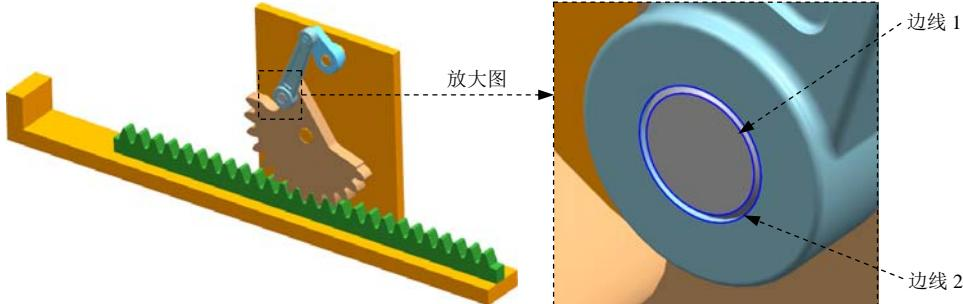

图 8.5.3 定义连杆 3 和连杆 4 中的共线副
(1) 选择下拉菜单 **插入(S)** → **运动副(I)...** 命令，系统弹出“运动副”对话框；在“运动副”对话框 **定义** 选项卡的 **类型** 下拉列表中选择  **共线** 选项；在模型中选取图 8.5.3 所示的连杆 3 中的边线 1 为参考，系统自动选择连杆、原点及矢量方向。
- (2) 在“运动副”对话框**基本**区域中选中 **啮合连杆** 复选框；单击**基本**区域中的**\*选择连杆 (0)** 按钮，在模型中选取图 8.5.3 所示的连杆 4 中的边线 2 为参考。
- (3) 单击**确定**按钮，完成共线副的创建。